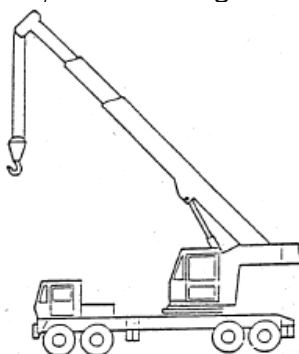

Figura 1
7. ¿Qué tipo de configuración de grúa móvil autopropulsada aparece en la figura (figura 1)?: